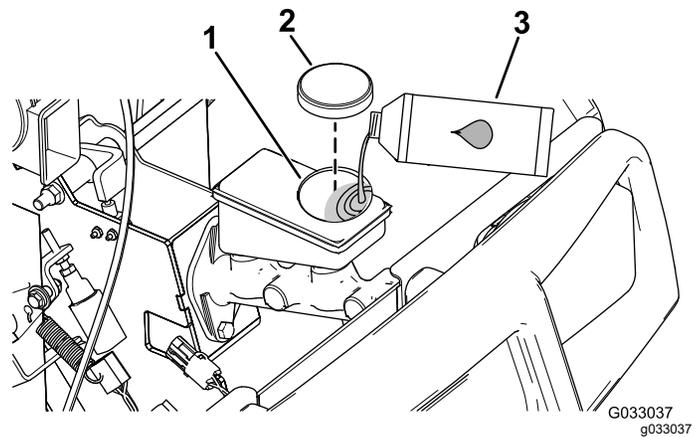

Bild 64
4. Öffnen Sie die Motorhaube, um an den Hauptbremszylinder und den Behälter zu gelangen (Bild 64).
- A. Reinigen Sie den Bereich um den Behälterdeckel und nehmen den Deckel ab (Bild 64).
- C. Schrauben Sie den Behälterdeckel wieder auf (Bild 64).